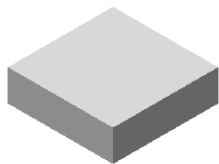
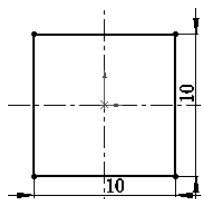

图 4.4.2 凸台-拉伸特征1
图 4.4.3 横断面草绘
Step2. 创建图4.4.2所示的零件基础特征——凸台-拉伸特征1。
(1) 选择命令。选择下拉菜单 **插入(I)** → **凸台/基体(B)** → **拉伸(E)...** 命令，或单击“特征(F)”工具栏中的 **拉伸凸台/基体** 按钮。
(2) 定义特征的横断面草图。选取上视基准面作为草图基准面。在草绘环境中绘制图4.4.3所示的横断面草图。退出草绘环境，此时系统弹出“凸台-拉伸”对话框。
(3) 定义拉伸深度属性。采用系统默认的深度方向。在“凸台-拉伸”对话框 **方向1** 区域的下拉列表中选择 **给定深度** 选项，输入深度值3。
(4) 单击 **✓** 按钮，完成凸台-拉伸特征1的创建。